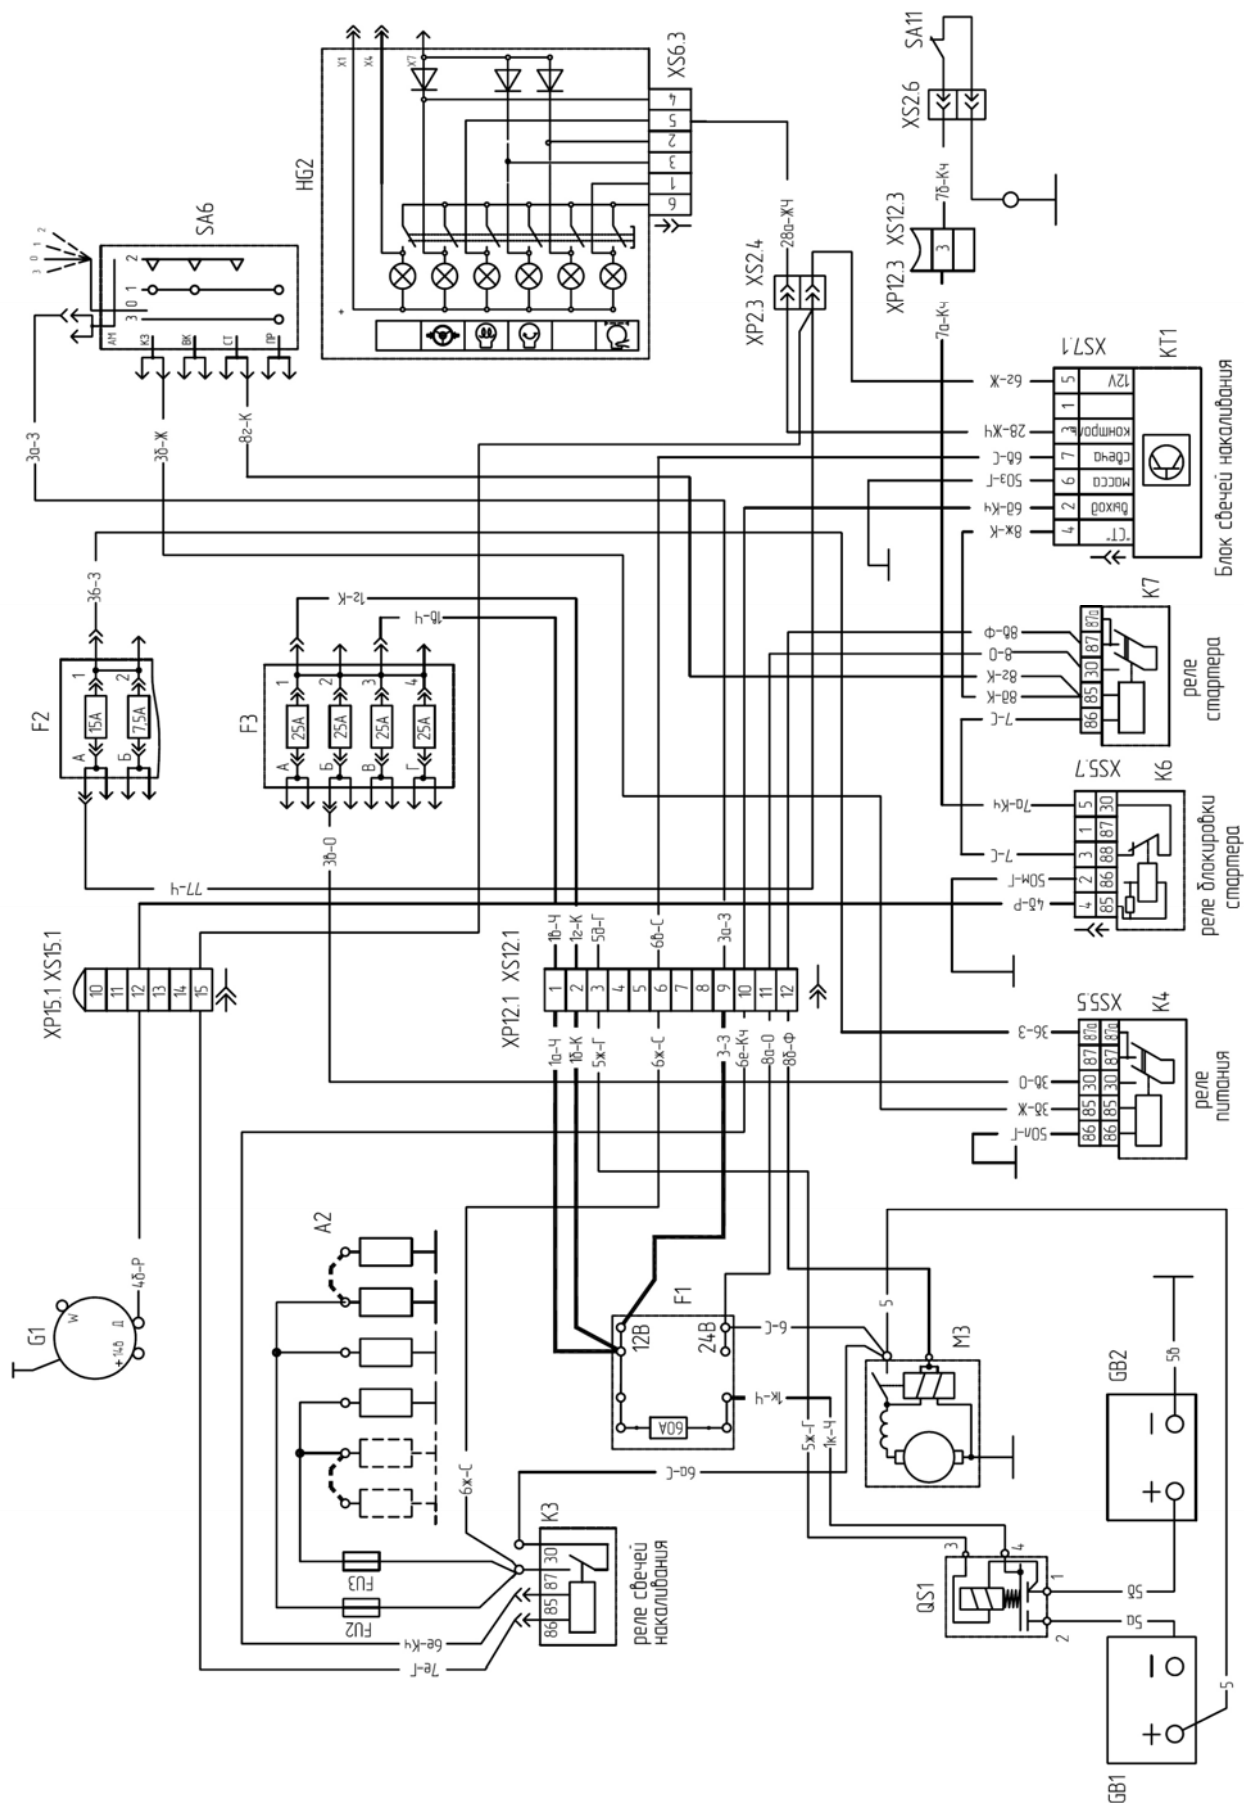

Рис.12-5 Система пуска 24В, средства облегчения запуска (свечи накаливания на 1025.3)
12.5 Возможные неисправности в системе запуска дизеля и средств облегчения запуска (свечей накаливания), их устранение (рис. 12-5).